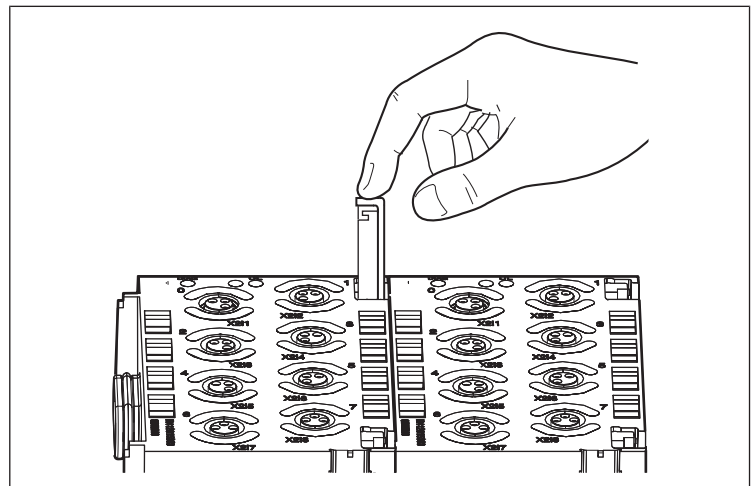

Abb. 11: Federklemmelement eindrücken
3. Drücken Sie die beiden Federklemmelemente bis zum Anschlag nach unten (siehe Abb. 11: Federklemmelement eindrücken). Alle Module sind jetzt mit der Einheit verbunden.
- Drücken Sie die beiden Federklemmelemente bis zum Anschlag nach unten (siehe Abb. 11: Federklemmelement eindrücken). Das Modul ist jetzt mit der Einheit verbunden.